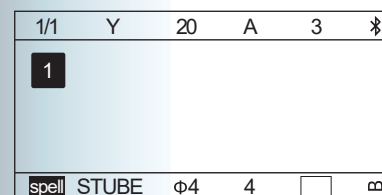

Рисунок 4.3-3
3) Используйте клавиши **[←]**/**[→]** чтобы выбрать размер вашей термоусадочной трубки. Нажмите **[Enter]** чтобы вернуться в режим ввода. (Рис. 4.3-3)